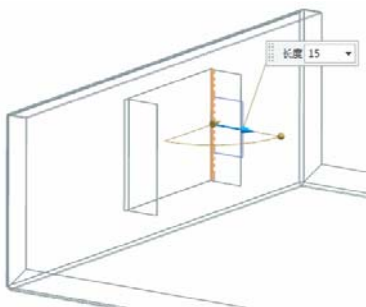

图 6-108 选择弯边
(5) 选择弯边，同时在视图区预览显示所创建的弯边，如图 6-108 所示。